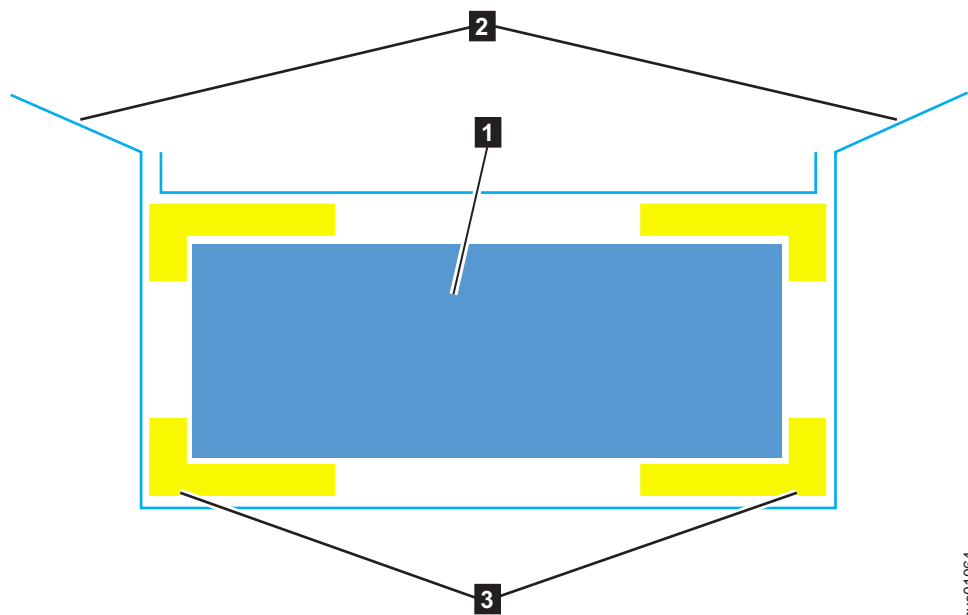

Figura 50. Material de embalaje
3. Corte las esquinas de la caja de envío y dóblelas hacia abajo para destapar los laterales y las caras del alojamiento de expansión, como se muestra en la Figura 50 en la página 61.